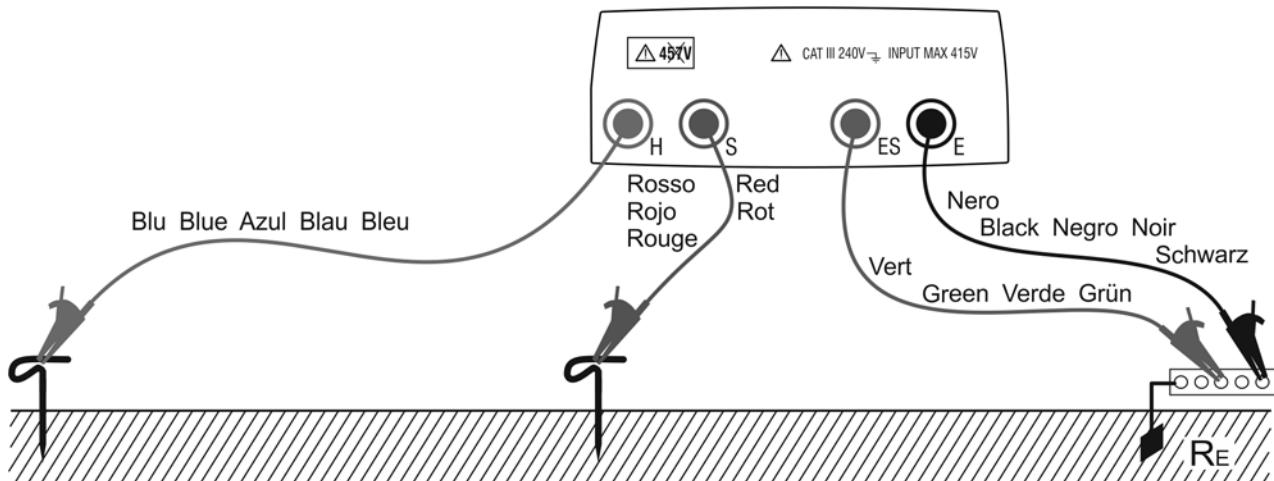

Abb. 3: Erdungswiderstandsmessung mit drei Kabeln
7. Schließen Sie die Krokodilklemmen an die Erdspieße und an die zu testende Installation an (siehe Abb. 3)